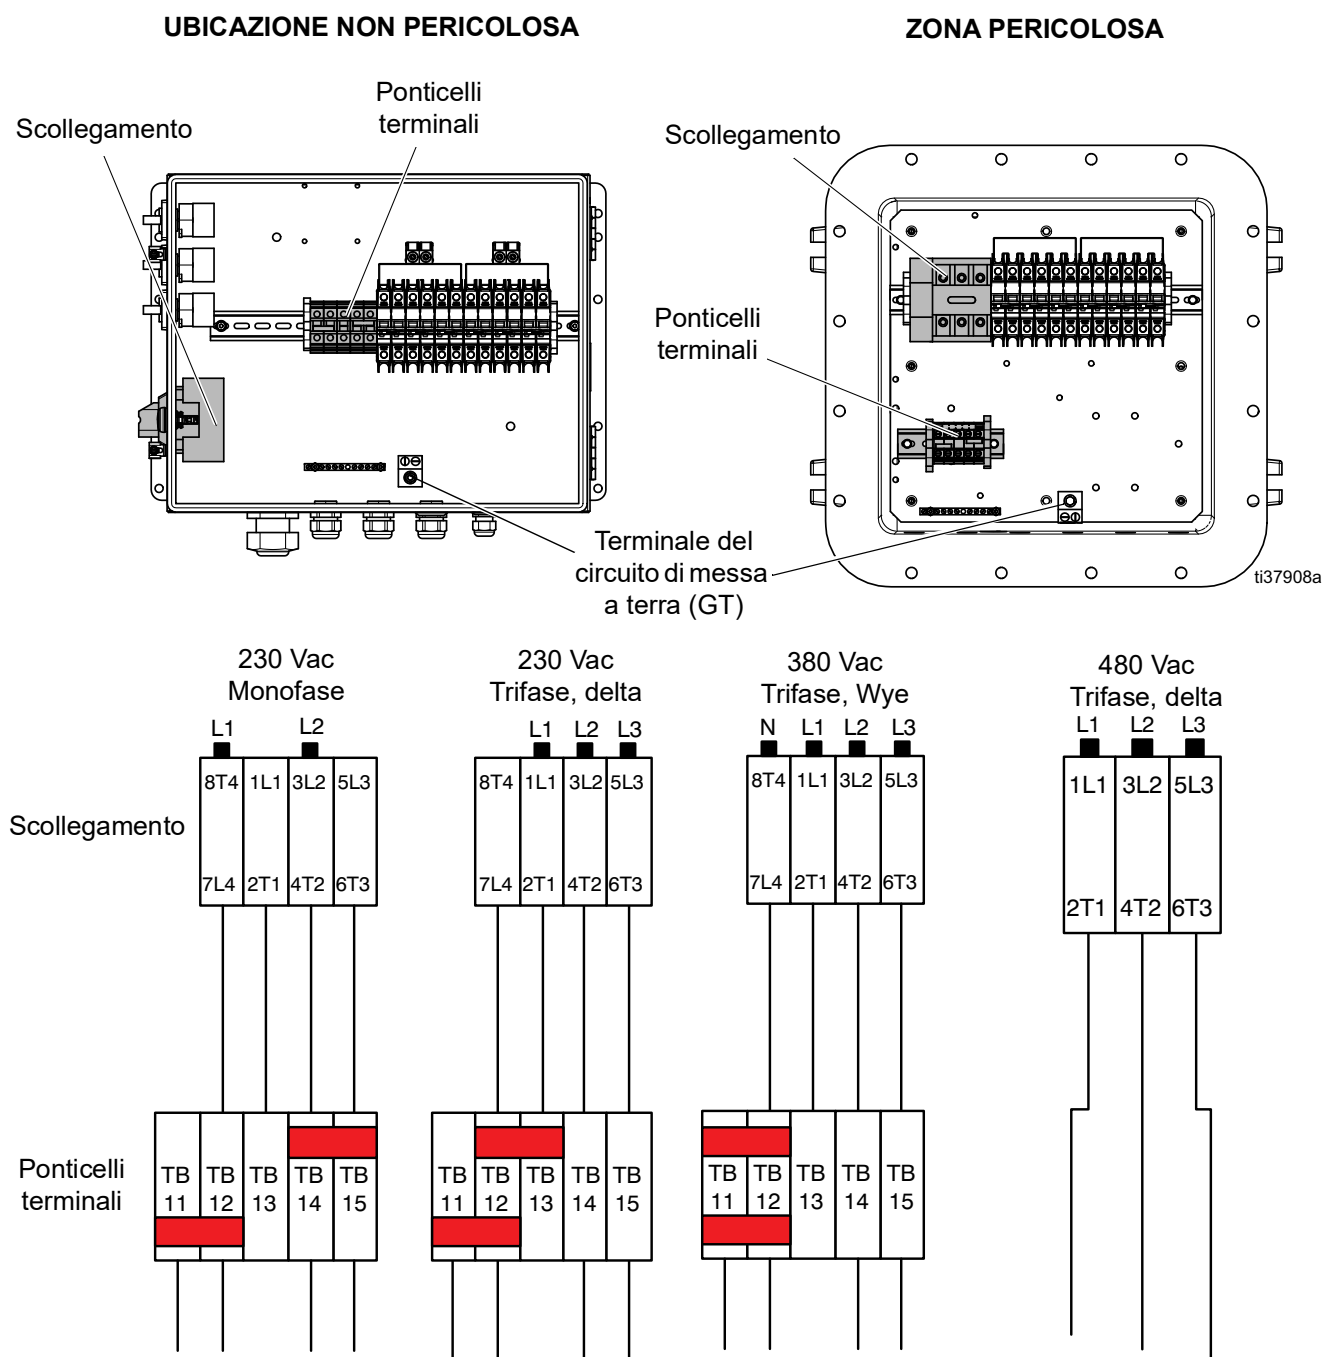

FIG. 7: XM Diagramma di cablaggio
4. Collegare il filo di messa a terra al terminale di messa a terra (GT). Vedere FIG. 7, pagina 29.
5. Collegare il cavo di alimentazione alla disconnessione come mostrato in FIG. 7, pagina 29. Serrare i conduttori a una coppia di 6,2 N•m (55 in-lb). Tirare delicatamente tutti i collegamenti per verificare che siano ben fissati.
6. **Solo ubicazioni non pericolose:** serrare il serracavo (BH).
7. Installare i ponticelli terminali forniti nelle posizioni mostrate in FIG. 7, pagina 29.
8. Verificare che tutti gli elementi siano collegati correttamente come mostrato nella FIG. 7, pagina 29, quindi chiudere lo sportello della scatola di giunzione.